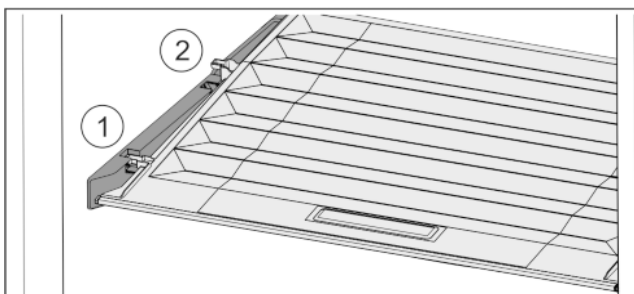

Fig. 35
- ▶ Издърпайте напред Fig. 35 (1) капака до отвора в задържащите части.
- ▶ Повдигнете го отзад отдолу и отстранете Fig. 35 (2) нагоре.